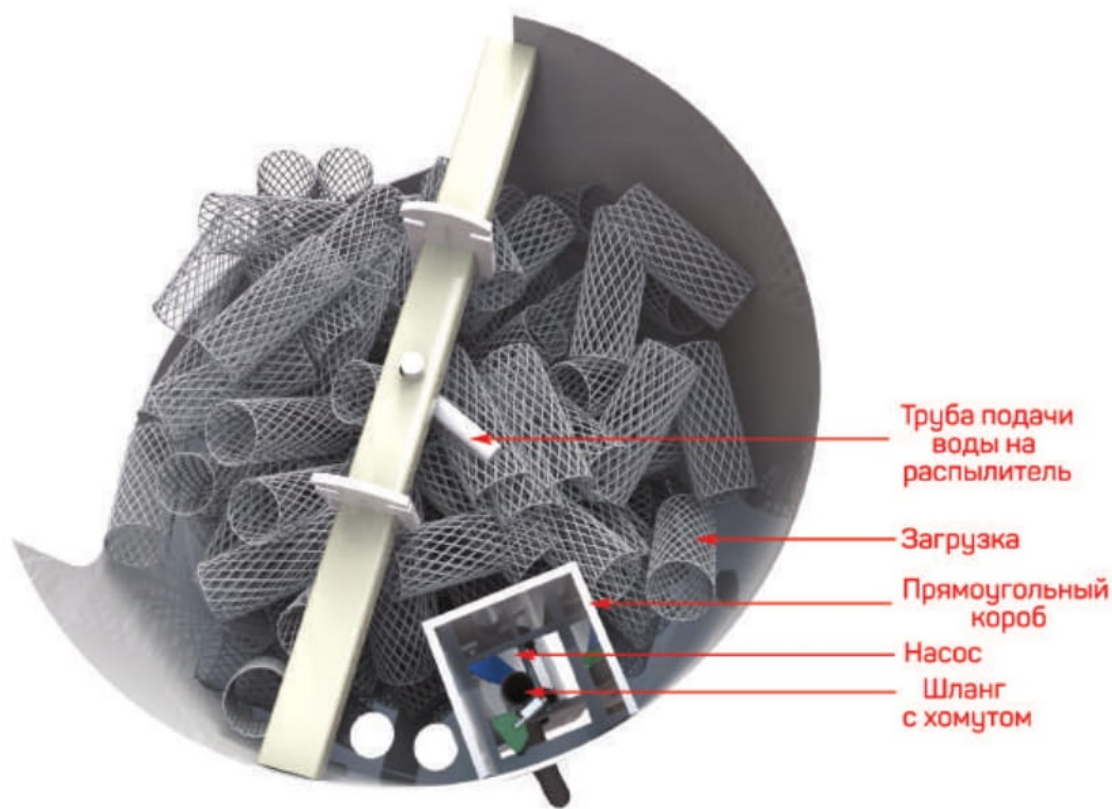

Рис. 4 - Подключение шланга к распылителю
9.2 Установите аэрационный модуль в горловину станции. Совместите прямоугольный короб в корпусе с трубой насосной площадки в третьей камере (рис. 4).
9.3 Снимите рассеиватель в аэрационном модуле. Подключите шланг к трубке подачи воды на рассеиватель. Установите обратно рассеиватель (рис. 4).